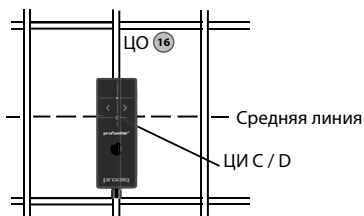

Рисунок 9: Оптимальное положение датчика
- Поместите датчик с кареткой в место на поверхности, с которого собираетесь начать процесс измерения. Рекомендуется располагать датчик в оптимальном положении: ЦИ **C / D** равноудален от стержней, расположенных параллельно направлению движения датчика, оба прямоугольника в **16** изображены с равными размерами (см. Рисунок 9).
ВНИМАНИЕ! Рекомендуется определить арматурные стержни первого и второго слоя в режиме поиска для определения оптимального начального положения перед измерением в многополосном режиме (см. Рисунок 9). "Выровнять положение арматурного стержня" следует задавать только тогда, когда все стержни проходят параллельно начальной полосе (ось Y). Для больших участков рекомендуется не устанавливать параметр "Вернуться в начало на новой полосе" и измерять полосы альтернативным образом: одну полосу измерять от начала до конца, а следующую полосу – от конца к началу, и т.д.
- Поместите датчик с кареткой в место на поверхности, с которого собираетесь начать процесс измерения. Рекомендуется располагать датчик в оптимальном положении: ЦИ C / D равноудален от стержней, расположенных параллельно направлению движения датчика, оба прямоугольника в 16 представлены с равными размерами (см. Рисунок 9).